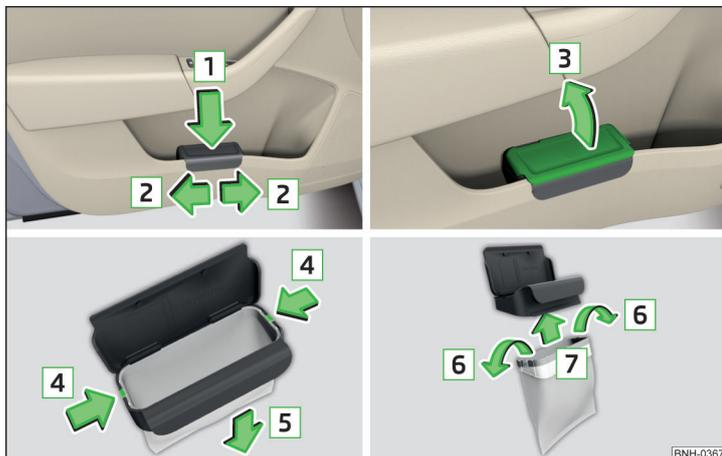

Fig. 67 Cubo de basura: colocar y mover / abrir / cambiar bolsa
- » Presione el cubo de basura por el área trasera en el sentido de la flecha **1** » fig. 67.
- » Extraiga el cubo de basura en sentido contrario al de la flecha **1** » fig. 67.
- » Abra el cubo de basura en el sentido de la flecha **3** » fig. 67.
- » Presione las dos lengüetas del marco interior del cuerpo del recipiente en el sentido de la flecha **4** » fig. 67.